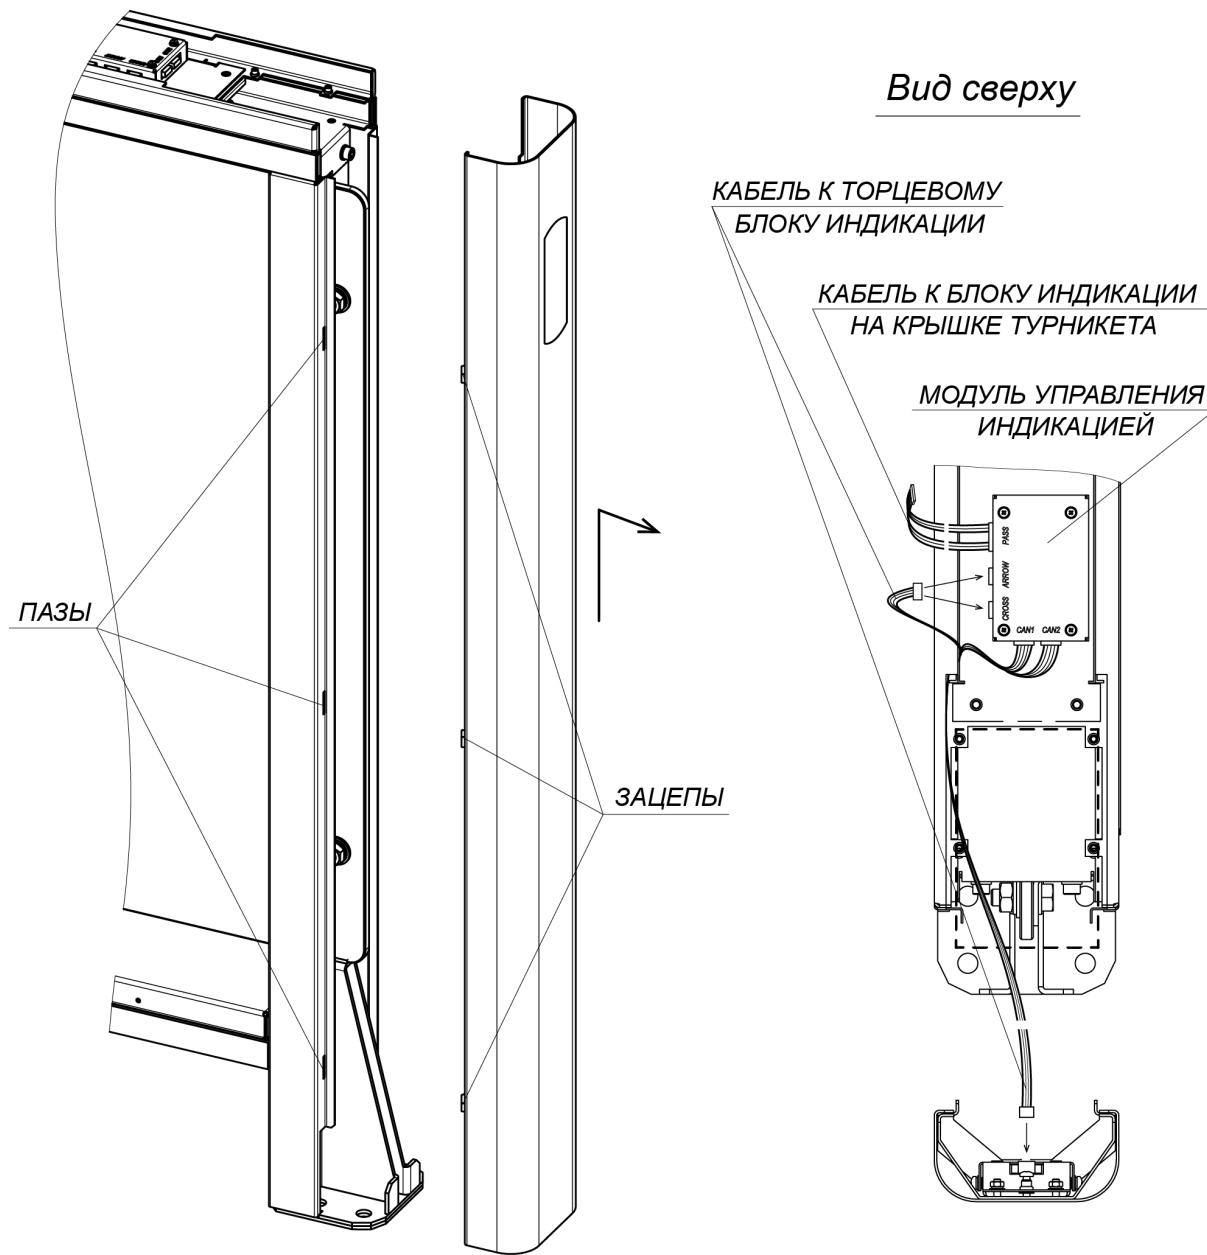

Рисунок 21. Снятие передней панели боковой стойки
21. При необходимости произведите монтаж считывателей карт доступа: либо на предусмотренные для этого полки в верхнем коробе на торцах стойки (см. рис. 21), либо непосредственно на верхних крышках секций снизу (**PERCo-MR07 OEM**). Для фиксации считывателей используйте двусторонний скотч и при необходимости неметаллические подкладки, чтобы расположить его как можно выше (т.е. ближе к верхней поверхности крышки) с целью увеличить дальность считывания. Кабели от считывателей аккуратно проведите через верхний короб и центральную стойку к месту ввода кабеля от контроллера СКУД, используя штатные окна в деталях корпуса секции. Кабели не должны проходить между отверстиями для крепления верхней крышки секции и вблизи
24. Установите на свои места передние панели боковых стоек (8) (разд. 8.9.2). После установки проверьте, чтобы верхний край панелей находился на одном уровне с корпусом секции. Панель с торцевым блоком индикации устанавливается с того края секции, где находится модуль управления индикацией, который закреплен на одной из двух стальных защитных пластин в верхнем коробе (см. рис. 21). При этом к торцевому блоку индикации необходимо подсоединить соответствующий соединительный кабель от модуля управления индикацией. Для отображения на торцевом блоке индикации белой стрелки соединительный кабель должен быть подключен к разъему **ARROW** модуля управления индикацией, для отображения красного креста – к разъему **CROSS** (см. разд. 8.9.2, рис. 21).
Для снятия передней панели боковой стойки (8) – сдвиньте ее вдоль стойки вверх и затем на себя, выводя зацепы панели из пазов в боковой стойке (см. рис. 21). Осторожно, не повредите соединительный кабель! Отсоедините разъем соединительного кабеля от платы блока индикации.
Перед монтажом верхней крышки (10) необходимо проверить, подключены ли к модулю управления индикацией все необходимые соединительные кабели (см. рис. 21, разд. 8.9.2).
- Подключите соединительный кабель от модуля управления индикацией (разъем “PASS”, рис. 21) к блоку индикации крышки (для **STC-01G, SDC-01G**).
- Возьмите одну из стеклянных частей крышки с блоком индикации и подключите соединительный кабель от модуля управления индикацией (разъем “PASS”, рис. 21) к блоку индикации крышки.